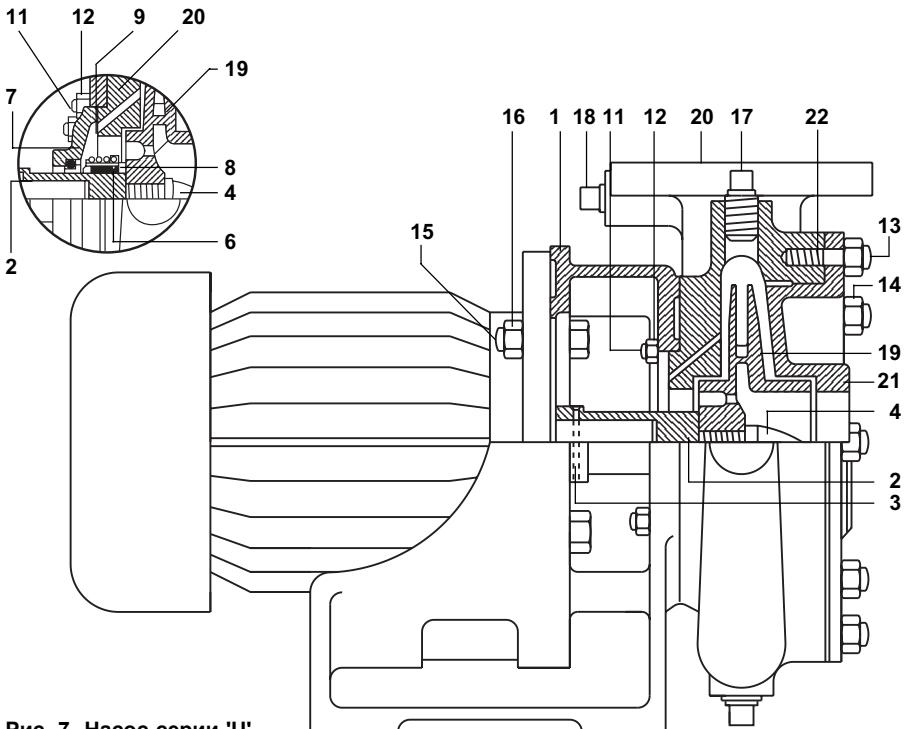

Рис. 7 Насос серии 'U'
6.5 Разборка насоса серии 'U' (Рис. 7)
- Для разборки снимите крышку "улитки" (21) с корпуса (20) и открутите гайку крепления рабочего колеса (4, правая резьба).